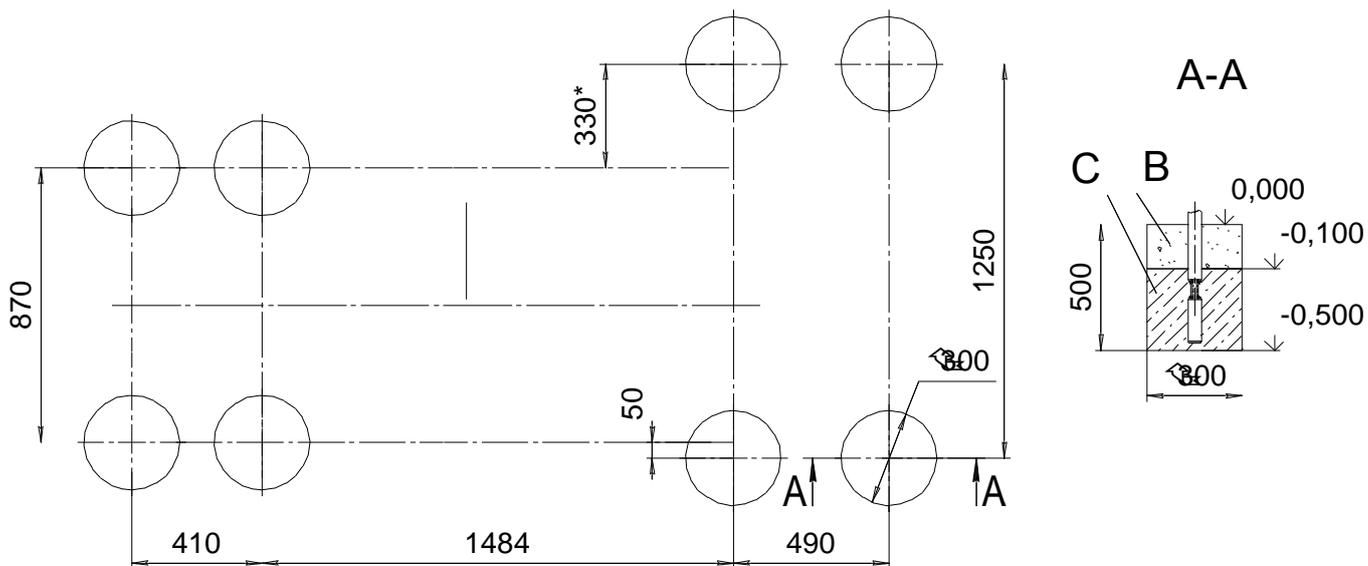

Рис.10
10.3.9 Установить КОМПЛЕКС в подготовленные ямы. Проверить вертикальность установки лестниц и горизонтальность площадки, используя отвес и уровень. Выставить КОМПЛЕКС по высоте площадки по Рис. 1. Забетонировать (бетон В15; V=0,23 м³) согласно схеме (Рис.10).